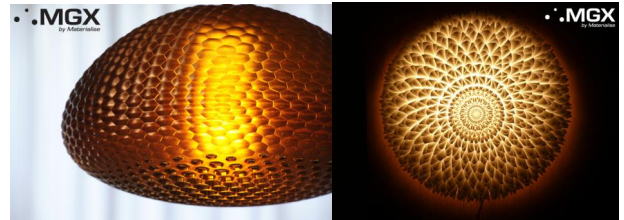

Рис.4. Зразки друку повноцінних функціонуючих виробів
**Дизайн інтер'єру.** Технологія швидкого прототипування широко використовується для макетування, та це далеко не межа того, як можна використовувати цю технологію, вже сьогодні настає ера друку повноцінних функціонуючих виробів в тому числі в дизайні середовища (рис.4). Кращі світові дизайнери створюють унікальні зразки продукції елементів інтер'єру та меблів, поєднуючи мистецтво і науку, креативність, безмежну фантазію дизайнерів, надаючи їм додаткові властивості та нове формотворення.